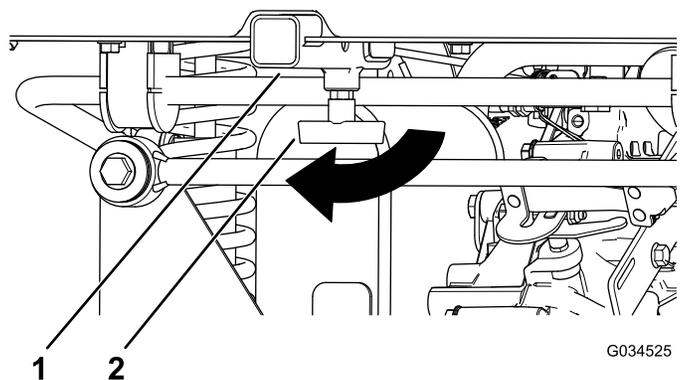

図 17
1. T 字ハンドルを右に回してゆるめる図 17。
2. レシーバにアクセサリを挿入し、穴どうしが並ぶまで押し込む図 17。